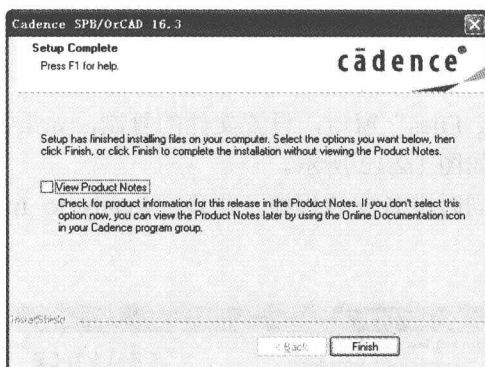

图 1.2.16 “Setup Complete” 窗口
(12) 安装完成后, 出现 “Setup Complete” 窗口, 提示已完成软件的安装, 请根据需要勾选 “View Product Notes” 选项, 单击 “Finish” 按钮, 如图 1.2.16 所示。